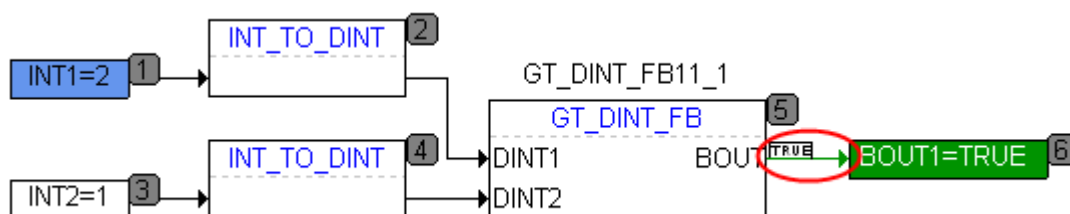

图 45 布尔能流
- 布尔能流：用来设置 BOOL 类型输出引脚为 TRUE 状态时连线的颜色。默认为绿色（如图 45 所示），用户可以重新设置。